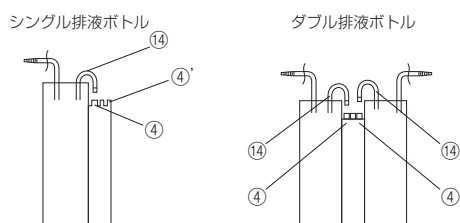

図2
6. シングル排水ボトルの場合は、連結チューブ⑭のコネクターを連結チューブの差込口④に突き当たるまで差し込み、排水ボトル⑧と吸引圧制御ボトル⑥を接続する。ダブル排水ボトルの場合は、連結チューブ⑭および⑭'のコネクターを差込口④および④'にそれぞれ突き当たるまで差し込み、排水ボトルと吸引圧制御ボトルを接続する。（図2）